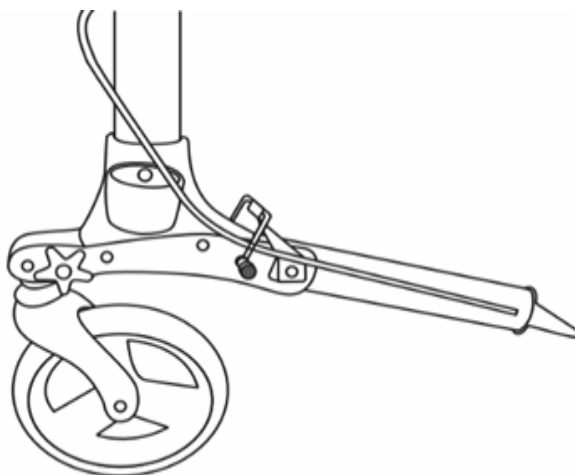

FIGURA 3
PASO 3: Despliegue las patas traseras como se muestra en la figura 3 y fíjelas en su sitio con las palometas de ajuste en forma de estrella. Asegúrese de que la palometa se enrosca a través del orificio en la pata y en la tuerca del bastidor. Compruebe que los tornillos de los pomos de las patas de las patas traseras estén bien apretados.